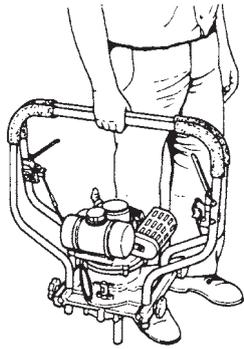

Fig. 13
- 1) Håndtagene kan bruges som bærehåndtag, når man folder dem opad. (Fig. 13)